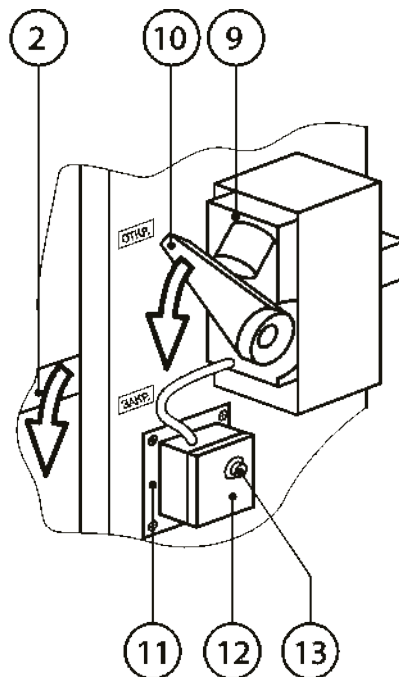

Рисунок 10. Проверка работоспособности клапанов Н0 и Н3 с электромагнитным приводом – М220 / М24
- S1** – кнопка (13 на рис.10), при нажатии замыкает цепь срабатывания электромагнита привода;
Для клапанов НО и НЗ с электромагнитным приводом M220 / M24 (рис. 10):